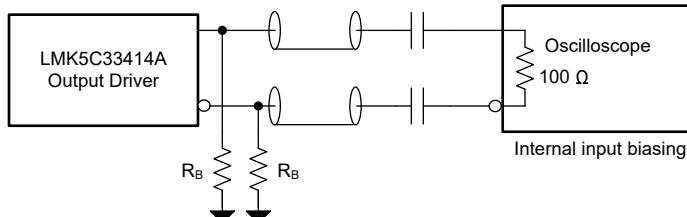

图 3-10. 输出终端建议
- 确保所有必需的输出全部安装适当的终端元件，以匹配所需的输出类型。图 3-10 展示了适合每种输出格式的建议输出终端。